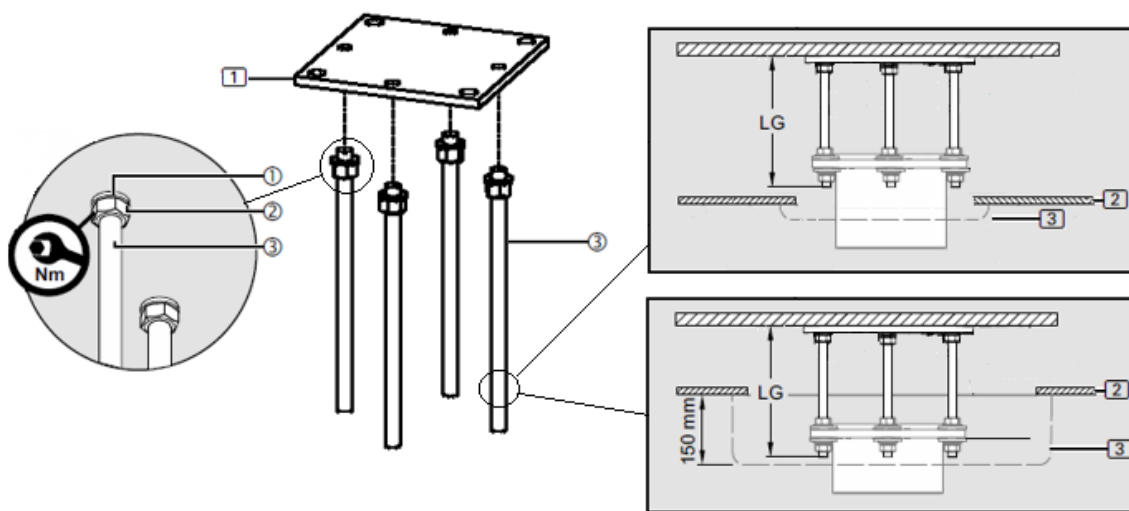

Fig. 6 Montage van interfaceplaat in ruimte met verlaagd plafond
Er zijn twee verschillende configuraties mogelijk bij montage van een afvoerpijp in een ruimte met verlaagd plafond. Een mogelijkheid is dat de afstand tussen de vloer en het verlaagde plafond de lengte LG van de schroefbouten (3) volledig bedekt. In dat geval wordt een vlakke plafondafwerking met een hoogte van 10 mm meegeleverd, zoals te zien is in de rechterbovenhoek van afbeelding 6. De andere mogelijkheid is dat de afstand tussen de vloer en het verlaagde plafond niet voldoende is voor een correcte installatie en doorvoer van de stroomvoorziening. In dat geval kan (optioneel) een sierlijst van 150 mm hoog worden aangevraagd, zoals rechtsonder in afbeelding 6 te zien is.
- Zaag de schroeven M16 x 350 mm (3) indien nodig op maat.